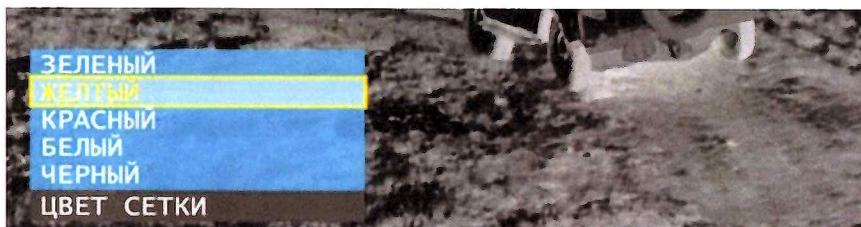

Рисунок 12 – Меню выбора цвета сетки
В изделии имеется возможность выбора цвета сетки с помощью меню «ЦВЕТ СЕТКИ» (см. рис. 12). При входе в данный пункт меню, справа появляется список из пяти вариантов цвета сети: зеленый, красный, желтый, белый и черный. Передвигаясь по пунктам меню с помощью кнопок (3) и (5), сетка меняет цвет в соответствии с указанным. Запомнить выбранный цвет сетки можно нажатием кнопки (4) (см. рис. 1) Пользователь может выбрать в меню любой из указанных цветов, исходя из личных предпочтений. Выбор соответствующего цвета сетки особенно полезен в случае использования цветных (не черно-белых) схем обработки изображения (см. п.9.2.2.).